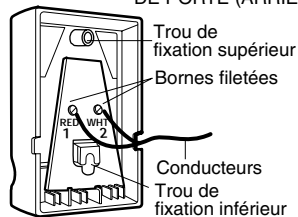

Figure 4 RETIRER LE COUVERCLE
- Déposer le couvercle blanc en poussant doucement les deux pouces contre les coins supérieurs du couvercle à l'arrière de la commande de porte (Figure 4). Fixer à l'aide de vis autotaraudeuses 6ABx1-1/4 po (installation standard) ou de vis à métaux 6-32x1 po (installation précâblée) comme suit :